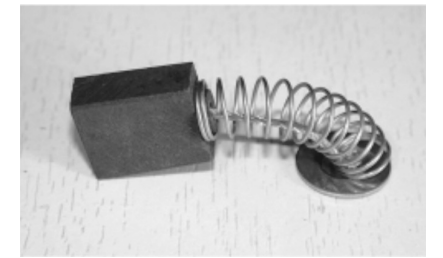

Рис. 22
12.1. Замена угольных щеток. Заменяйте угольные щетки, Рис.22, когда они изношены до 4,8 мм их длины. Щетки необходимо менять парами. Для безопасной и надежной работы пилы замену щеток должен производить специалист. Помните, что ремонт пилы должен проводиться в условиях сервисных центров с использованием только оригинальных запасных частей и расходных материалов.